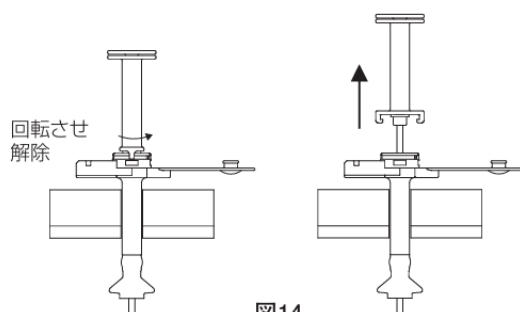

図14
7. オブチュレータを回転させ、ボタンとの固定を解除したのち、オブチュレータを抜去する。(図 14)